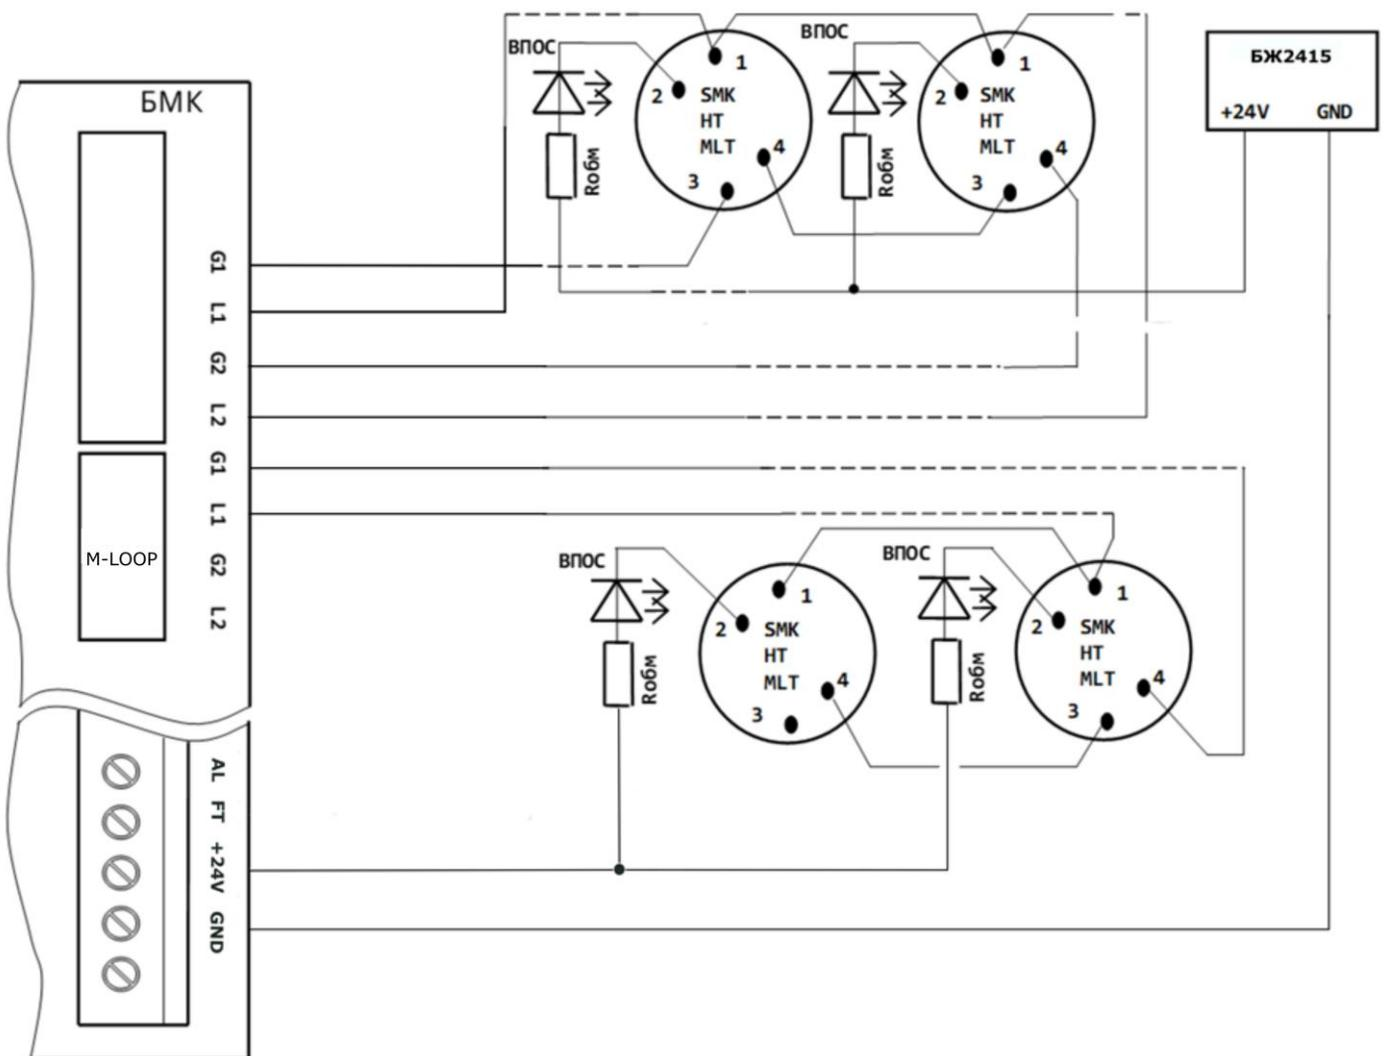

Рисунок 4.2.2 – Приклади підключення ВПОС
4.2.10 За необхідності до сповіщувачів приєднують ВПОС. Приклади схем приєднання (кільцевого або радіального до ППКП або модуля розширення M-LOOP) показані на Рис. 4.2.2.
3) струм живлення ВПОС повинен бути вибраний відповідно до їх ЕД і повинен забезпечувати чітку візуалізацію пожежної тривоги. Цей струм забезпечують за рахунок застосування R_{обм} (Рис. 4.2.2): $R_{\text{обм}} = (U_{\text{живл}} - 1 \text{ В}) / I_{\text{ВПОС}}$;